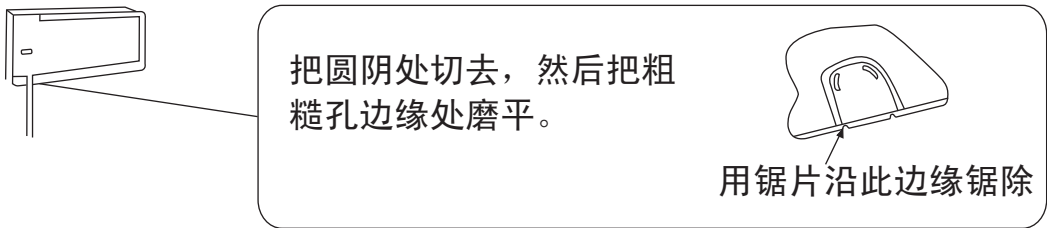

图22
- （2）如铜管是从右边或下边引出时，应扳去右边的出管板，或把下盖板上如下图所示部位锯除，然后把铜管塞进。（图22）